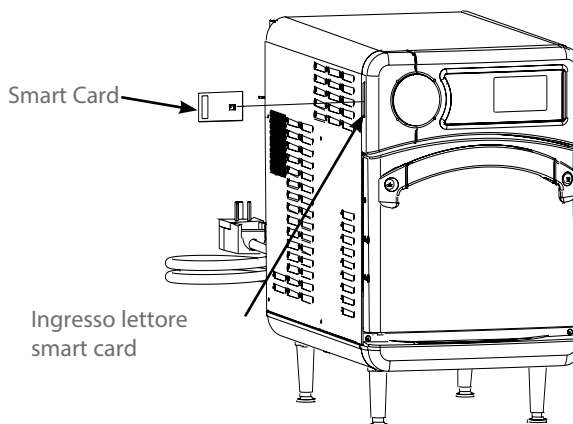

Figura 17 Inserire la Smart Card
3. Inserire la smart card (Figura 17).
1. Inserire la smart card "1 di 3" (Figura 17).